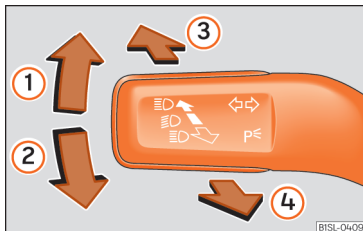

Abb. 116 Blinker- und Fernlichthebel.
- Drücken Sie den Blinker- und Fernlichthebel aus der Ausgangsstellung nach vorne »» **Abb. 116** . Wenn die Kontrollleuchte  am Bildschirm des Kombi-Instruments aufleuchtet, ist der Fernlichtassistent eingeschaltet.
- **ODER:** Ziehen Sie bei eingeschaltetem Fernlicht den Blinker- und Fernlichthebel nach hinten »» **Abb. 116** .